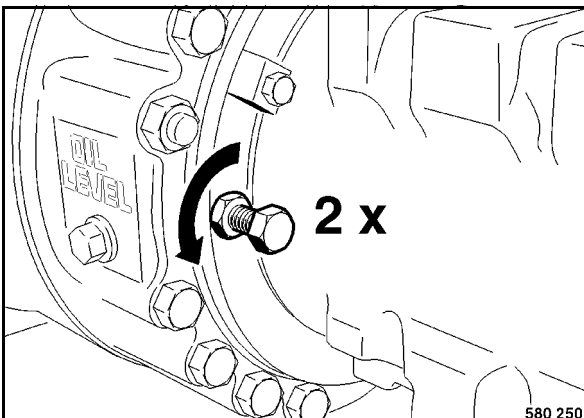

Fig. 67
- Desenroscar los tornillos para soltar el freno (Fig. 67) por dos vueltas y apretar las contratuercas.